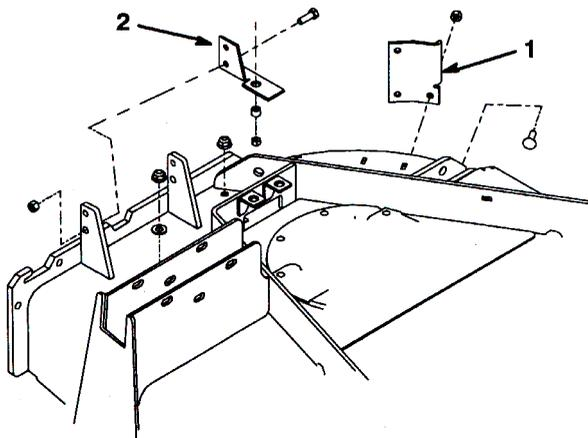

図14
21. キャップスクリュ (5/16 x 1 in) とロックナット (5/16) 各2を使って、デフレクタの前ピボット・ブラケットの内側にベルト・カバー・ブラケットを取り付ける。ブラケットは図14のように取り付ける。ボルトは、頭部がカッティングユニットの内側に来るように取り付けること。